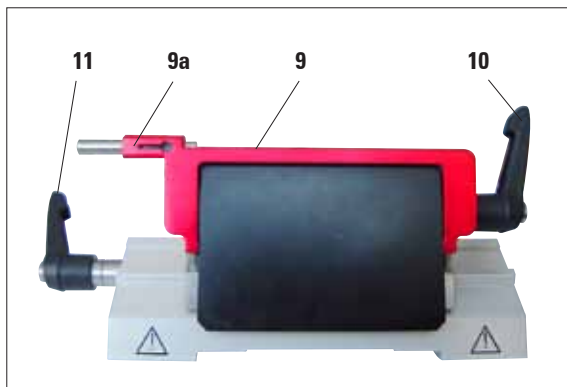

Fig. 6
La protezione salvadita sul portalama E è composta da una staffa ribaltabile rossa con ausilio di espulsione (9a). Per coprire la lama, ribaltare la staffa salvadita (9) verso l'alto come mostrato in Fig. 6.